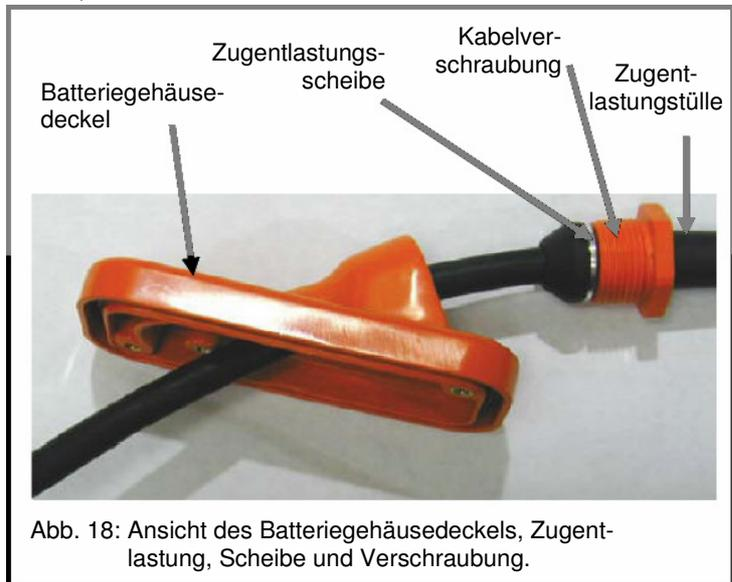

Abb. 18: Ansicht des Batteriegehäusedeckels, Zugentlastung, Scheibe und Verschraubung.
- 5) Lösen Sie die Kabelverschraubung des Batteriekastens mit einem 24 mm Gabelschlüssel entgegen dem Uhrzeigersinn (siehe Abb. 18).